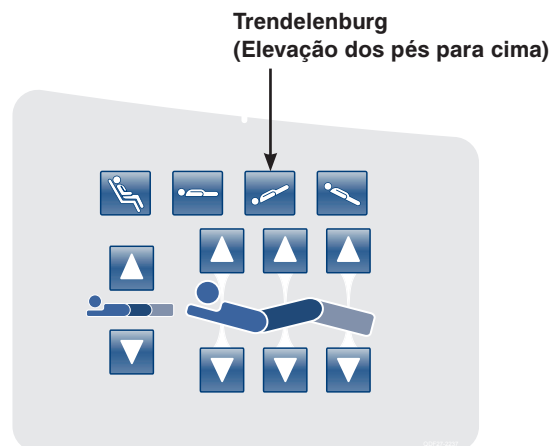

Figura 14: Painel de comando da grade lateral da cabeceira (lado direito mostrado)
12. Coloque a cama a +12 graus Trendelenburg premindo o botão **Trendelenburg (Elevação dos pés para cima)**, conforme mostrado na Figura 14. Verifique +12 graus +/- 0,1 com o inclinómetro que colocou previamente na armação da maca no passo 9.